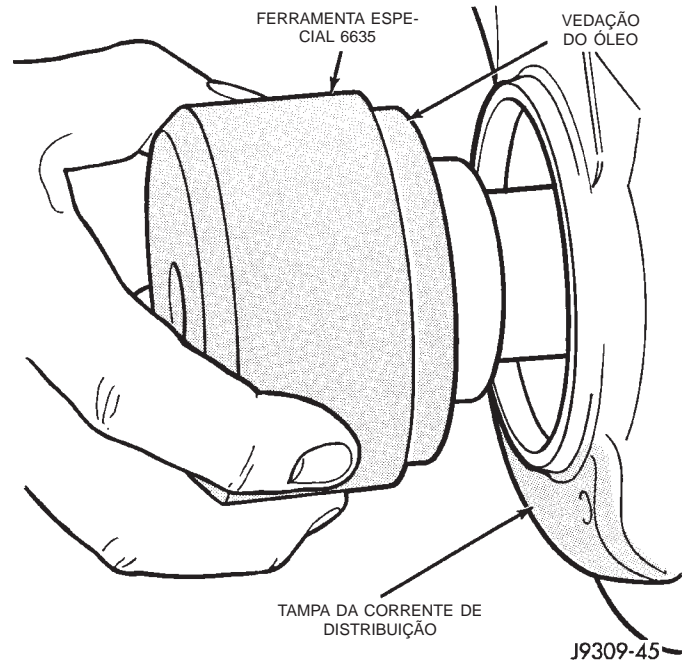
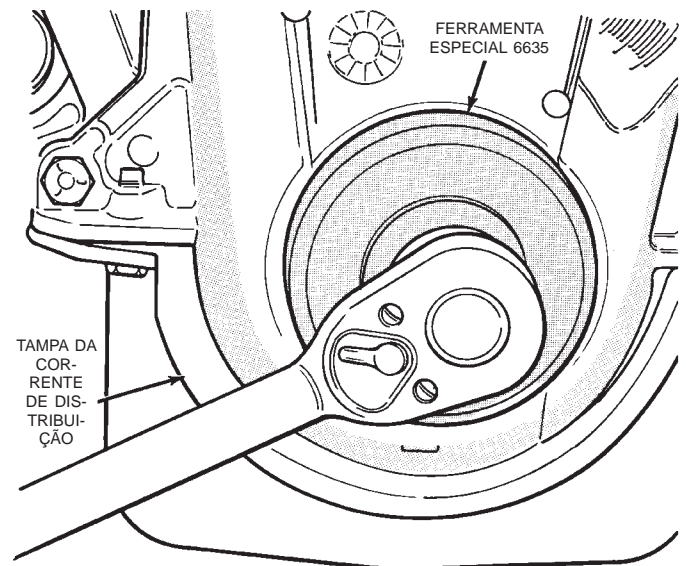

Fig. 35 Posicionamento da Ferramenta e Vedação no Eixo de Manivelas
Fig. 36 Instalação da Vedação de Óleo
(5) Posicione uma vedação e ferramenta no eixo de manivelas (Fig. 35).
(6) Aperte os 4 parafusos da tampa da caixa de corrente inferior com um torque de 13 N·m (10 pés-lb.) para evitar que a tampa vire durante a instalação da vedação.
(7) Usando o parafuso do abafador de vibração, aperte o parafuso para puxar a vedação na posição adequada no eixo de manivelas (Fig. 36).
(8) Solte os 4 parafusos apertados na etapa 4 para permitir o realinhamento do conjunto da tampa dianteira.
(9) Aperte os parafusos da tampa da caixa da corrente com um torque de 41 N·m (30 pés-lb.). Aperte os parafusos do cárter de óleo com um torque de 24 N·m (215 pés-lb.).
(10) Remova o parafuso do abafador de vibração e a ferramenta de instalação de vedação.
(11) Instale o abafador de vibração.
(12) Instale o conjunto da carcaça e bomba d'água usando novas juntas (consulte o Grupo 7, "Sistema de Arrefecimento"). Aperte os parafusos com um torque de 41 N·m (30 pés-lb.).